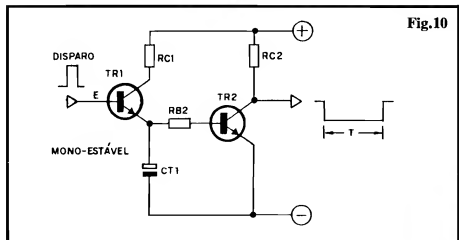

Fig. 10
- FIG. 10 - O BLOCO MONO-ESTÁVEL... - Existe ainda um outro bloco lógico, dentro dessa "turma", que recebe também outros nomes, como TEMPORIZADOR, ou ALARGADOR DE PULSO, ou "MEMÓ-